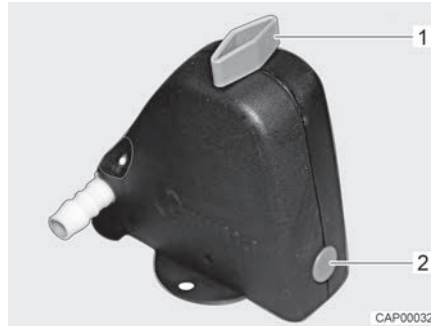
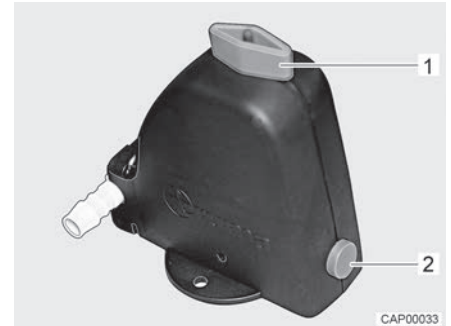

Bild 143 Sicherheits-/Ablassventil geschlossen
Bild 144 Sicherheits-/Ablassventil geöffnet
- Sicherheits-/Ablassventil (Bild 143) öffnen. Dazu Drehknopf (Bild 143,1) längs zum Sicherheits-/Ablassventil drehen. Der Druckknopf (Bild 143,2) springt heraus. Das geöffnete Sicherheits-/Ablassventil ist in Bild 144 dargestellt.